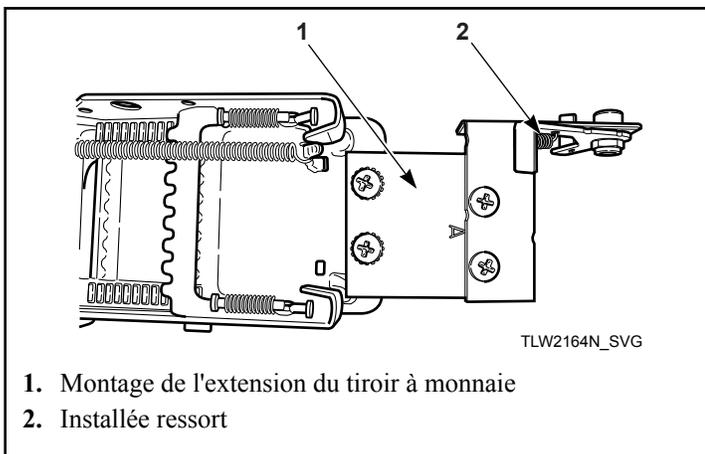

Figure 16
6. Fixer l'extension sur le dessus du tiroir en utilisant les deux vis et les rondelles de blocage qui restent. Placer les rondelles de blocage sous la tête de vis, au-dessus du support « A ». Se reporter à la Figure 16 .
3. Installer l'extension de la glissière sur la partie supérieure de la glissière à l'aide des deux vis restantes. Se reporter à la Figure 16 .